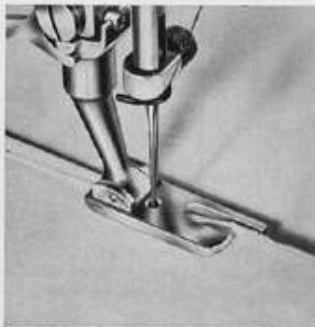

Abb. 24a
1. Arbeitsgang (Abb. 24a). Die zu verbindenden Stoffteile lege man so aufeinander, daß der untere Stoff etwas vorsteht, bringe beide Stoffteile ähnlich wie beim Säumen in den Kapper, so daß sie sich umlegen. Beim Nähen ist darauf zu achten, daß der Stoff immer in gleicher Breite in den Kapper einläuft.